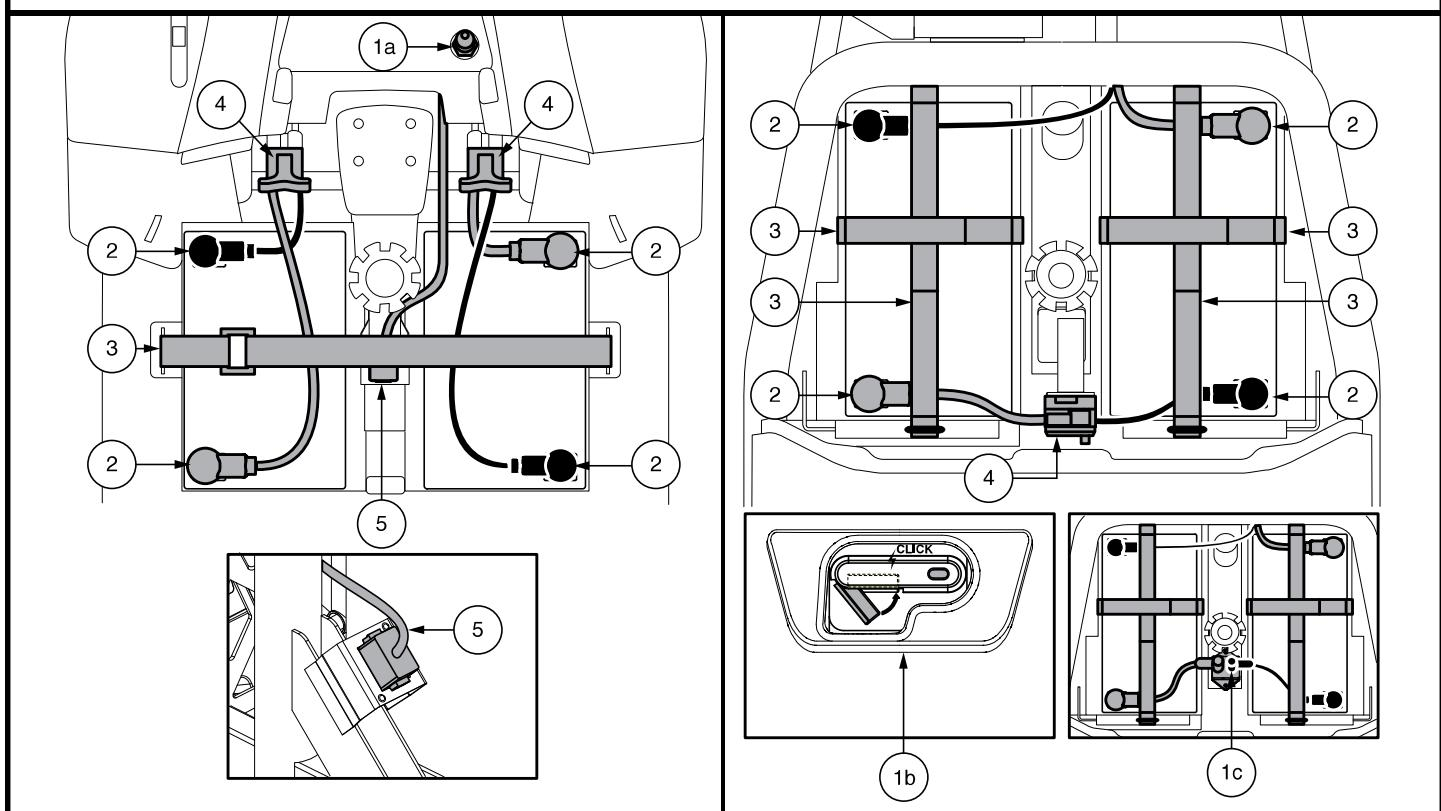

Figura 14. Rimozione della batteria/ installazione di terminali e connessioni
3. Per tutti i modelli **ECCEZIONE** i mod 614 e 714, scollegare le connessioni telaio anteriore-posteriore. Staccare entrambi i connettori della batteria tirandoli fuori dalla morsettiera. Vedere figura 14.
6. Posizionare la batteria nuova nell'alloggiamento corrispondente. Orientare i poli di ciasuna batteria in direzione opposta al sellino con il polo positivo (+) e negativo (-) posizionati come illustrato nella **figura 14**.